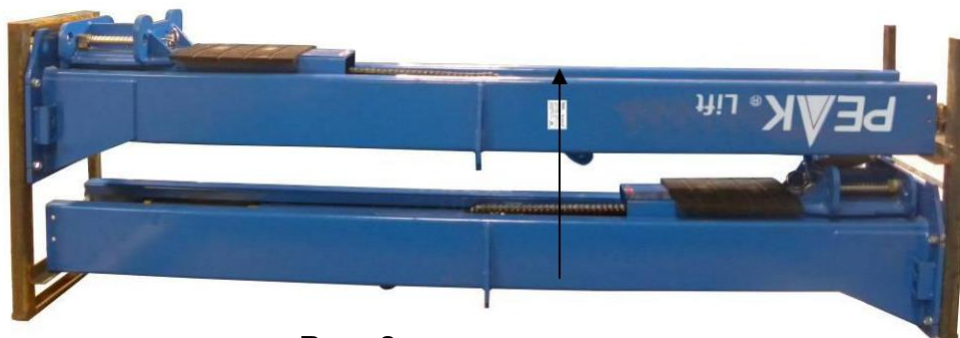

Рис. 8
3. Выньте все аксессуары из обеих колонн (См. Рис. 8).